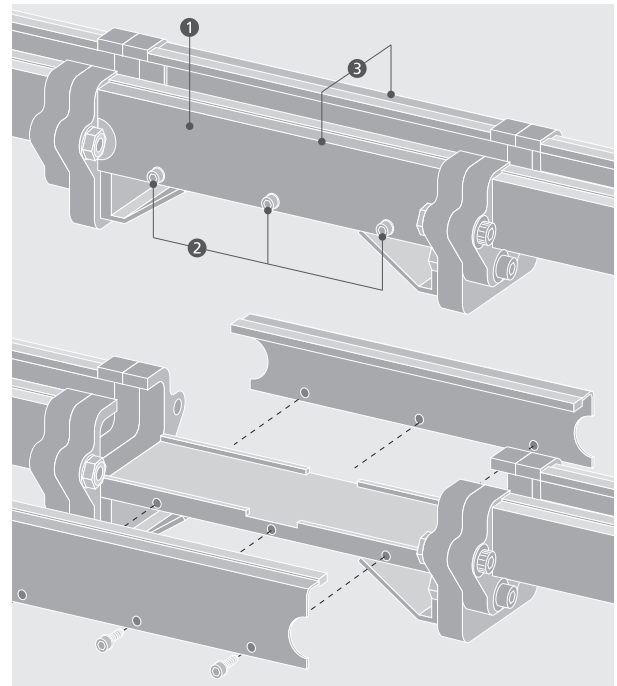

Abbildung 5.12.1 (ohne Plattenkette gezeichnet)
- Einfüllkanal (1) öffnen. Dieser findet sich in der Regel in der Nähe einer Umlenkung oder dem Linearantrieb. Dazu auf beiden Kanalseiten die Befestigungsschrauben (2) der Deckel (3) heraus-schrauben und Deckel abnehmen. (Abb. 5.12.1)